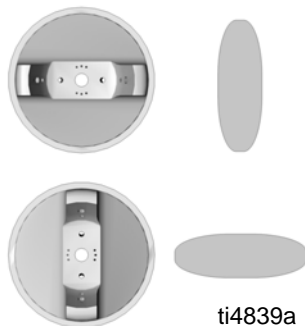

ABB. 2
1. Die Luftkappe zum Erzielen des gewünschten Spritzbildes drehen. Siehe ABB. 2.